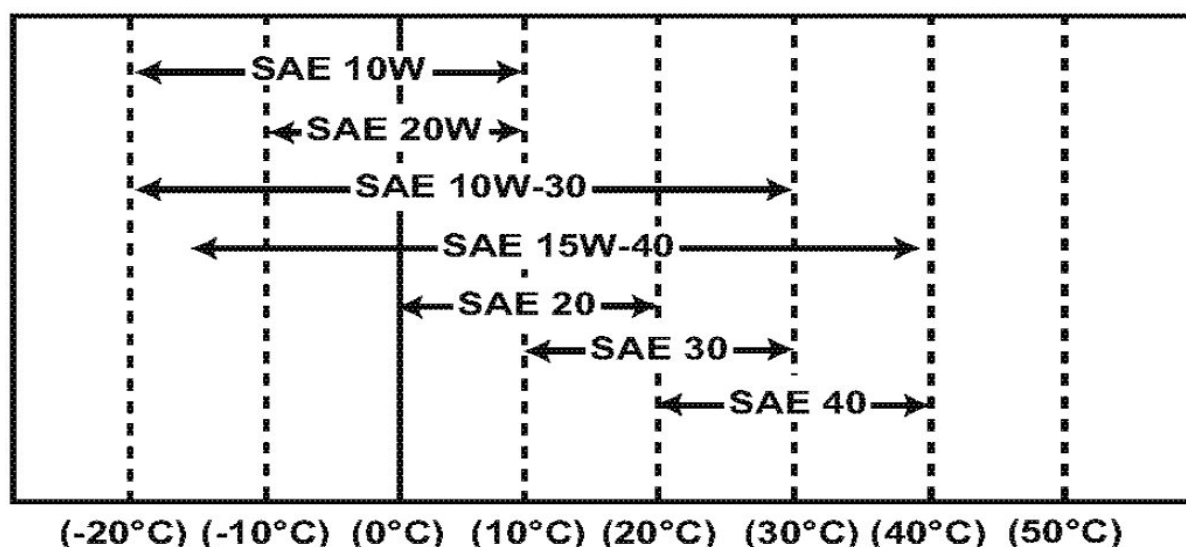

Abb. 5-2: Viskositätstabelle
- Füllen Sie Kraftstoff niemals über den roten Ring (4) hinaus auf, da dies zum Auslaufen des Kraftstoffs aus dem Tankdeckel führen kann.
- Setzen Sie den Tankdeckel (1) wieder auf und fixieren Sie diesen handfest.
- Wählen Sie die Ölviskosität entsprechend der Umgebungstemperatur, in welcher der Motor betrieben wird. Siehe SAE-Viskositätstabelle (Abb. 5-2).
Wählen Sie die geeignete Motorölviskosität auf der Grundlage der Umgebungstemperatur und verwenden Sie die SAE-Viskositätstabelle (Abb. 5-2).